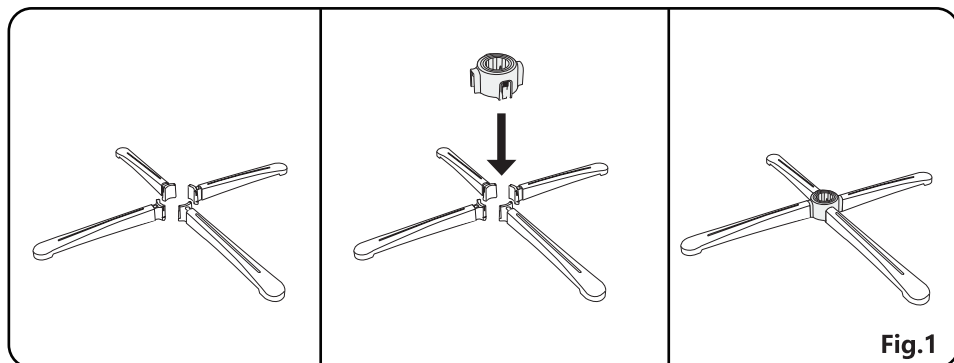

Fig.1
1. Appoggiare le quattro staffe piatte con la parte anteriore rivolta verso l'alto come mostra la figura. Quindi assemblare le staffe nelle fessure del connettore.(Fig. 1)